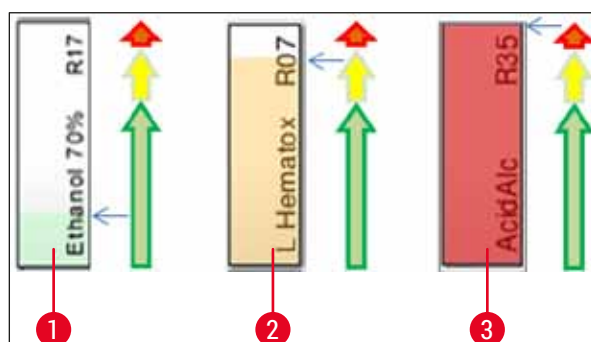

Fig. 70
- Bakgrunnsfargen viser forbruksstatusen for reagensen (→ "Fig. 70"). Etterhvert som reagensen forbrukes, stiger fargestolpen fra bunnen til toppen og endrer farge i samsvar med forbruksstatusen.